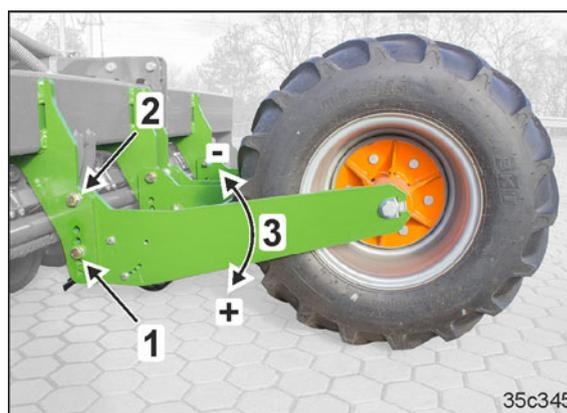

Рис. 205
1. Ослабьте верхние гайки (Рис. 205/2)
Перед извлечением болтов обоприте коромысло опорного колеса (Рис. 205/2)!
2. Ослабьте нижние гайки, извлеките болты (Рис. 205/1)
Положение фиксирующего болта (Рис. 205/1)	Высота [мм] (Рис. 205/3)
4. Закрепите коромысло опорного колеса болтами (Рис. 205/1) и зафиксируйте при помощи гаек
5. Затяните верхние гайки (Рис. 205/2)